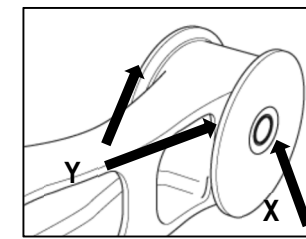

Fig. 20
9. Inserire il manicotto interno di acciaio "X" nel tubo centrale della boccola perno. Inserire le rondelle di usura sostitutive "Y" sui due lati della boccola perno (Fig.20).